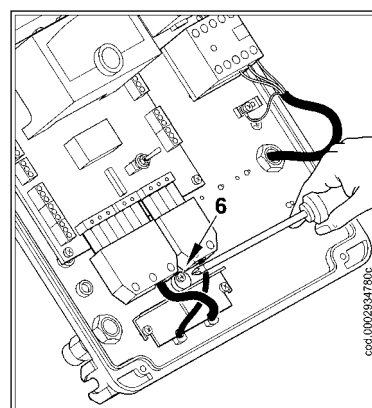

图3
- 3) 如图3，将电缆压板(3)放回原位，旋转凸轮(6)使压板压紧两根电缆，然后拧紧压板固定螺丝。最后，插上7孔和4孔插头。